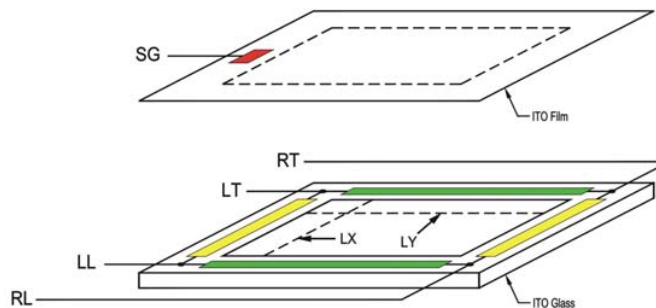
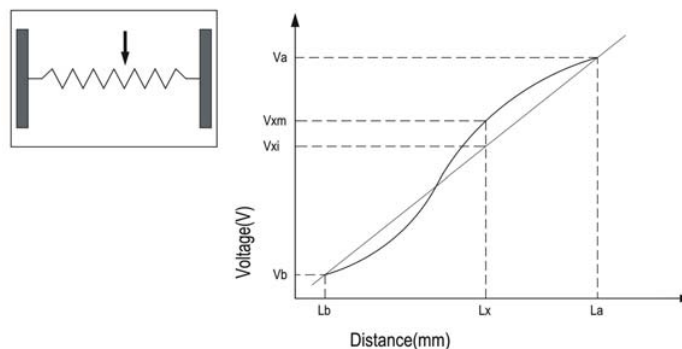

Figure 10-1
Figure 10-2
(1) Linearity Condition [線性測試條件]
Step 6: measure the voltage differences between RT and LT (or RT and RL) (Fig 10-1) (Fig 10-2)
[將 RT, RL 短路(或 RL, LL 短路)並接上 5V 的直流電, 另外將 LT, LL 短路(或 RT, LT 短路)並接上接地線圈 0V, 以 5.0mm 的間隔, 利用手寫筆(stylus)劃直線(如圖 2 中 LX 和 LY), 並量測 SG 的電壓, 量測並計算 RT 與 LT 間的電位差(或 RT 與 RL 間的電位差)] (Fig 10-1) (Fig 10-2)